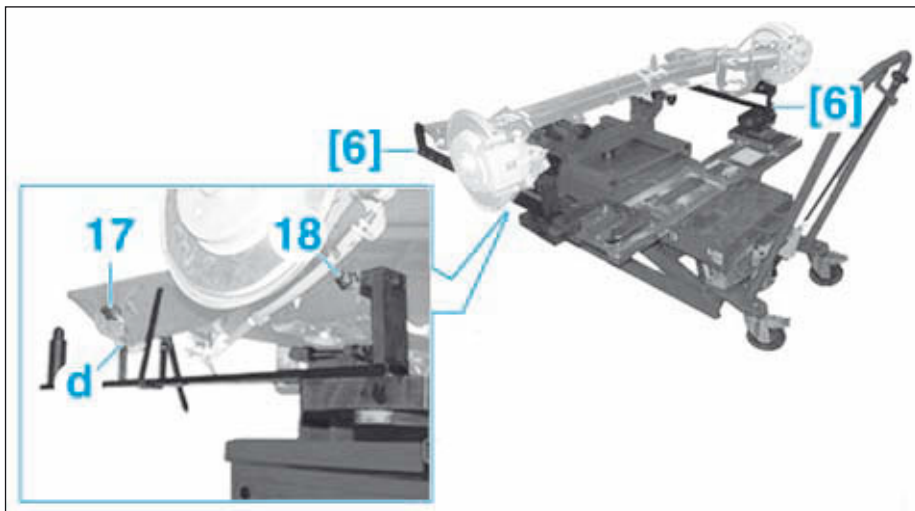

FIG.70
- Desserrer les boulons (17) des articulations élastiques (Fig.70).
- Mettre en place les outils [6] sur les fixations inférieures des amortisseurs à l'aide des boulons (18).